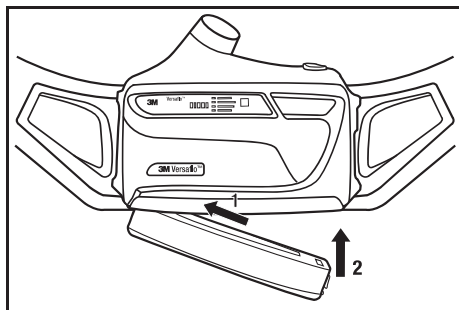

Fig. 8 Installation de la pile
Pour installer le bloc-piles chargé, tenir l'ensemble respirateur de manière que le protège-filtre soit face à soi (Fig. 8).
4. Accrocher l'extrémité de la charnière du bloc-piles au boîtier situé au bas du respirateur (Fig. 8, étape 1).
5. Appuyer sur le bord à verrou du bloc-piles dans le souffleur à moteur, jusqu'à ce que le verrou s'enclenche et laisse entendre un déclic (Fig. 8, étape 2).